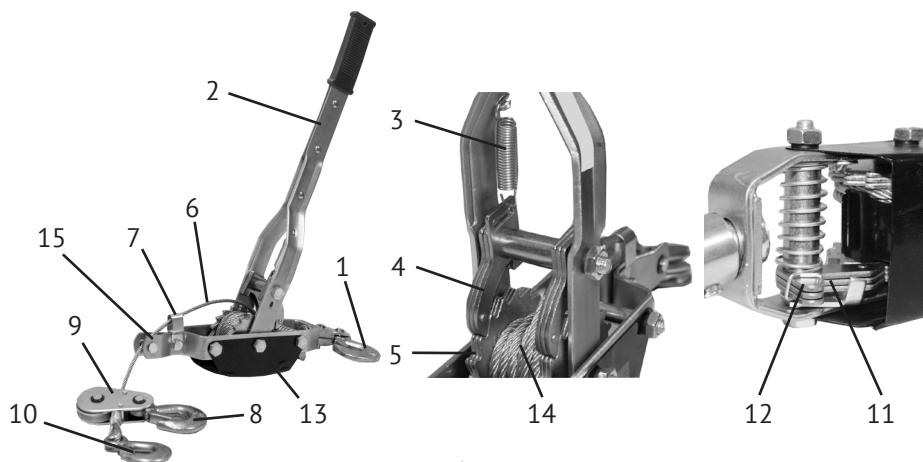

рис. 1
4.1 Общий вид лебёдки представлен на рис. 1
Барабан с тросом (рис.1 поз.14), с двойным храповым механизмом и фиксатором (рис.1 поз.11) закреплены на осях, внутри прочного металлического корпуса (рис.1 поз.13). Толкатель (рис.1 поз.4) с пружиной (рис.1 поз.3) закреплены на оси в нижней части рычага (рис.1 поз.2). Пружина имеет два фиксированных положения: сдвинута по дуговому пазу к неподвижному крюку – свободный ход толкателя, сдвинута в противоположную сторону – толкатель входит в зацепление с храповым колесом для передачи тягового усилия на барабан. Блок полиспаста (рис.1 поз.9) свободно перемещается вдоль троса (рис.1 поз.6).
- переместить нижний конец пружины (рис.1 поз.3) по пазу в сторону неподвижного крюка (рис.1 поз.1), при этом толкатель (рис.1 поз.4) выйдет из зацепления с храповым колесом (рис.1 поз.5) – холостой ход рычага;
- удерживая лебёдку с рычагом в верхнем положении, нажать (снизу – вверх) рычаг (рис.1 поз.12), чтобы вывести зуб фиксатора (рис.1 поз.11) из зацепления с храповым колесом;
- вытянуть (возможно с посторонней помощью) трос (рис.1 поз.6), раскручивая его с барабана (рис.1 поз.14) на нужную длину и отпустить рычаг фиксатора;
- закрепить неподвижный крюк (рис.1 поз.1) на основании, а подвижный (рис.1 поз.10) на перемещаемом грузе.
- переместить нижний конец пружины толкателя в положение, противоположное неподвижному крюку (как показано на рис.1). При этом зуб толкателя (рис.1 поз.4) войдёт в зацепление с храповым колесом (рис.1 поз.5);
- при движении рычага (рис.1 поз.2) к неподвижному крюку (рис.1 поз.1), толкатель вращает храповое колесо с барабаном, и трос перемещает груз к лебёдке;
- при обратном ходе рычага, зуб фиксатора (рис.1 поз.11) входит в зацепление с храповым колесом и стопорит барабан и груз. Толкатель рычага перемещается по храповому колесу с характерными щелчками.
- закрепить подвижный крюк (рис.1 поз.10) на оси крепления (рис.1 поз.15);